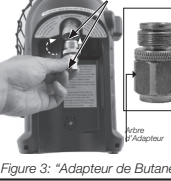

Figure 3: "Adaptateur de Butane"
- Vérifiez si les joints (entre l'appareil et le réservoir de gaz) sont en place et en bon état avant de connecter au cartouche de gaz. Figure 3. N'utilisez pas un appareil qui a des joints endommagés ou usés. N'utilisez pas un appareil qui fuit, endommagé ou qui ne fonctionne pas correctement.
- Pour utiliser avec un mélange de butane / propane (G30 + G31): Vissez l'adaptateur en laiton dans le sens horaire dans le régulateur de l'appareil portatif (du bas) jusqu'à ce qu'il soit serré. Voir Figure 3. N'utilisez pas un produit d'étanchéité sur cette connexion. Vissez la cartouche du mélange de butane / propane (G30 + G31) dans l'adaptateur (sens horaire), une fois que l'arbre sur l'adaptateur commence à tourner la cartouche, il est maintenant connecté, et alors, montez la cartouche dans le stand.